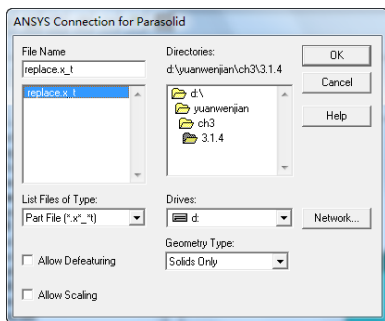
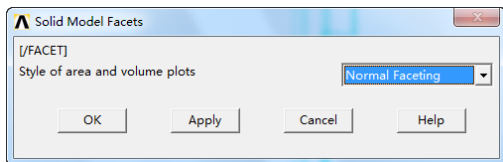

图 3-22 选择文件
图 3-23 打开“Normal Faceting”
② 在打开文件对话框中选择“**replace.x_t**”文件，然后单击“**OK**”按钮，如图 3-22 所示。
④ 打开“**Normal Faceting**”。
① 选择实用菜单 **Utility Menu: PlotCtrls > Style > Solid Model Facets...**。
② 在打开的对话框中，在下拉列表中选择“**Normal Faceting**”，然后单击“**OK**”按钮，如图 3-23 所示。
③ 选择实用菜单 **Utility Menu: Plot > Replot**。